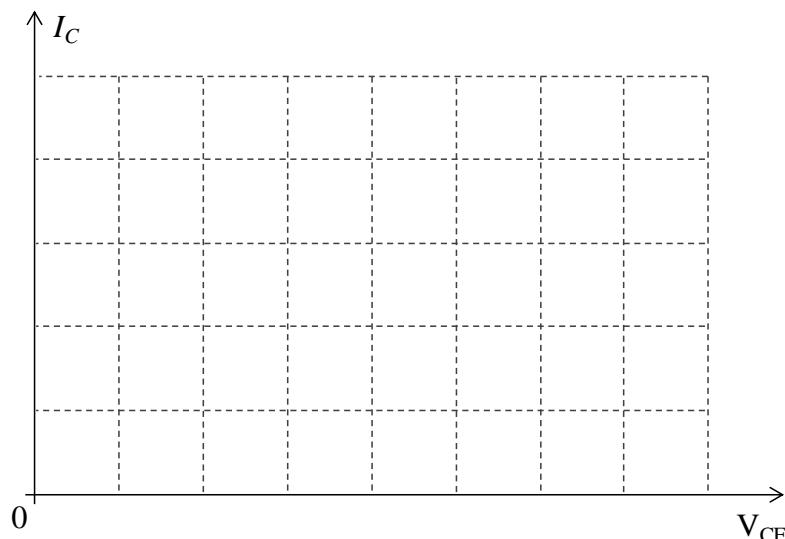

Figura 2.61 – Curva  $I_C$  x  $V_{CE}$  do TJB do EF 28.
- b) Desenhar no gráfico da Figura 2.61 a reta de carga e localizar aí o ponto quiescente do item (a).